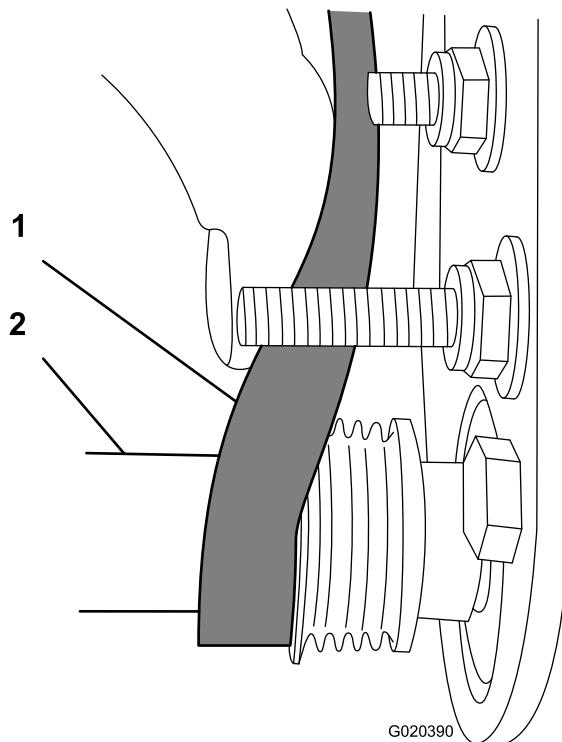

Figura 15
- Empiece a colocar la correa en la polea **arrastrada** (Figura 15).
- Utilice una llave de vaso profundo de 9/16" para girar el conjunto del cepillo y guiar la correa sobre la polea arrastrada (Figura 15).